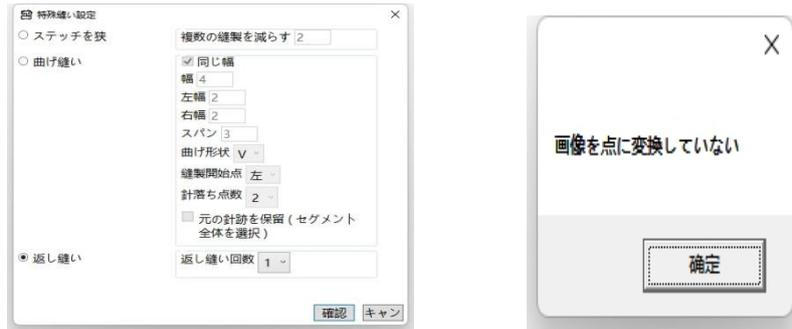

図 5.3.10c 特殊縫い設定のポップアップウィンドウ
②一括編集ページに入り、特殊縫いを追加したい始点と終点を選択し、特殊縫い設定の下にある編集ボタンをクリックします。ポップアップウィンドウは図 5.3.10c の通りです。図形を点にしてない場合、「レイヤーが点にされていない」というポップアップウィンドウが表示されます。ポップアップウィンドウは図 5.3.10d の通りです。